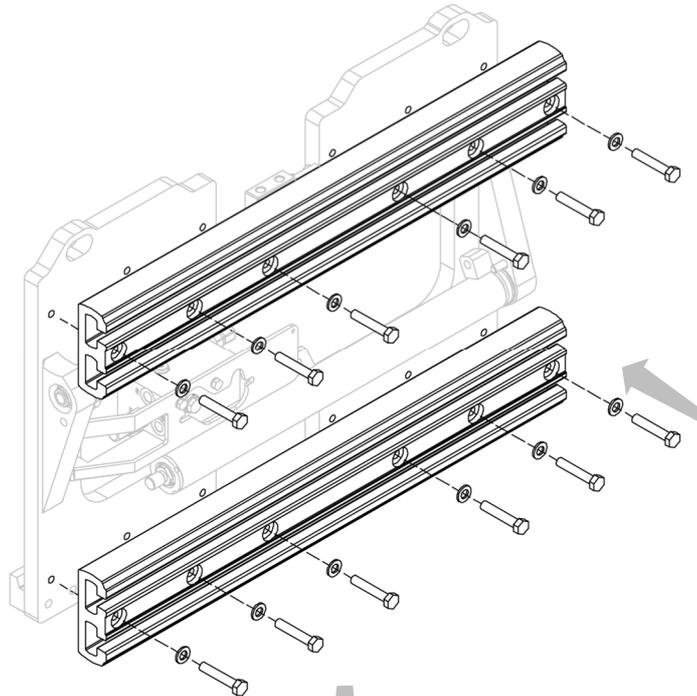
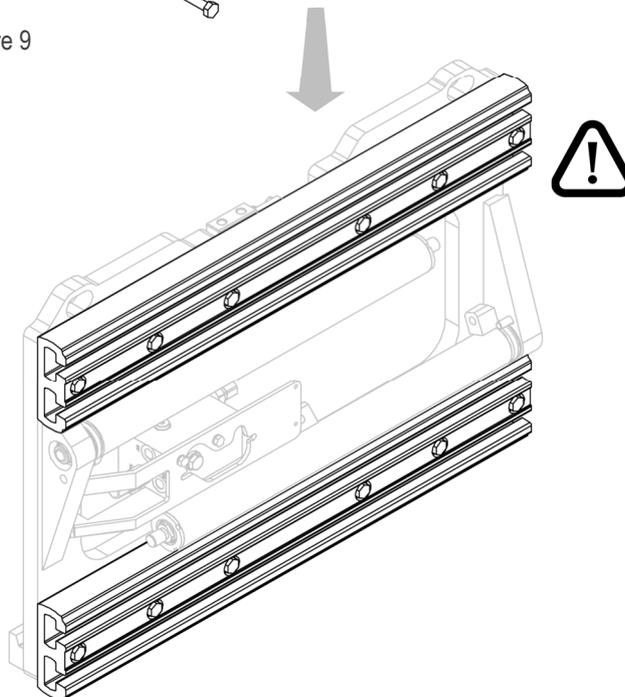

Figure 9
Figure 10
2. Installer, un par un, les profilés en aluminium à l'aide des vis prévues à cet effet (voir Figure 9 et Figure 10).